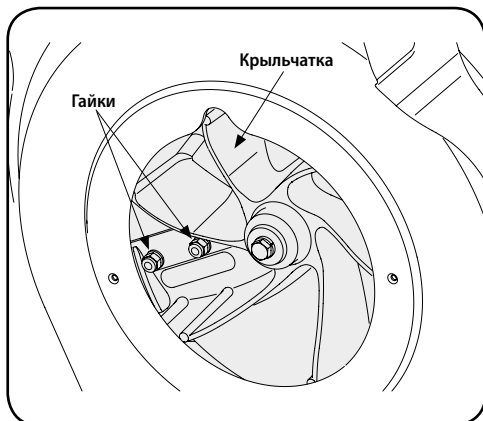

Рисунок 7-12
15. Доступ к гайкам на винтах с плоской головкой возможен снизу с использованием универсальной или удлиненной торцевой головки на 1/2 дюйма. См. рисунок 7-12.